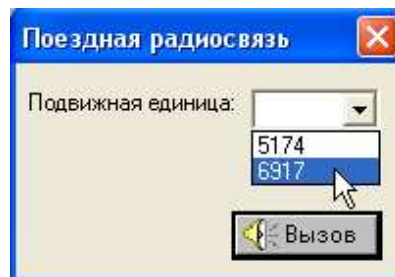

Рис. 6. Выбор подвижной единицы.
1. В пункте основного меню «Тренажер» выберите команду «Поездная радиосвязь». В появившемся окне «Поездная радиосвязь» с помощью кнопки списка (▾) выберите поезд и нажмите на кнопку «Вызов» (рис. 6).
2. На панели инструментов нажмите на кнопку «Поездная радиосвязь» (). В появившемся окне «Поездная радиосвязь» (рис. 6) выберите поезд из списка и нажмите на кнопку «Вызов»;